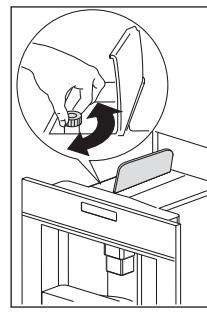

Fig. 21
- Si se utiliza más de una dosis de café premolido y el embudo se atasca, empuje el café hacia abajo con un cuchillo (Fig. 21). Despues, retire y limpie la unidad de infusión y la máquina tal y como se describe en la sección “Limpiar la unidad de infusión”.